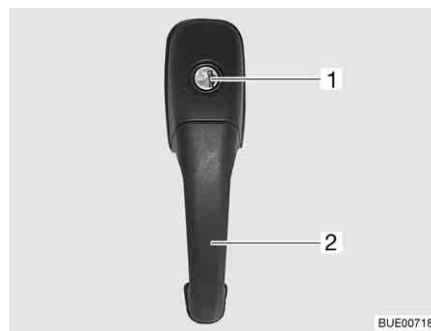

Bild 34 Dörrlås ingångsdörr, utsida
- Stick in nyckeln i låscylindern (Bild 34,1) och vrid den ända tills dörrlåset har låsts upp.
- Drag i dörrhandtaget (Bild 34,2). Dörren är öppen.
- Stick in nyckeln i låscylindern (Bild 34,1) och vrid den ända tills dörrlåset har låsts.